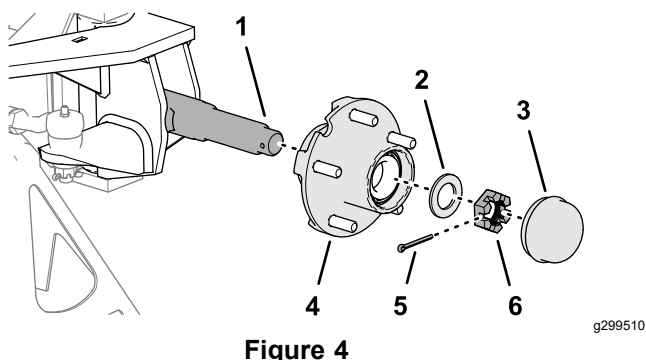

Figure 4
1. Déposez le couvre-moyeu du moyeu (Figure 4).
2. Retirez la goupille fendue qui fixe l'écrou crénelé sur la fusée et retirez l'écrou crénelé et la rondelle de butée (Figure 4).
3. Déposez le moyeu de la fusée (Figure 4) avec précaution.